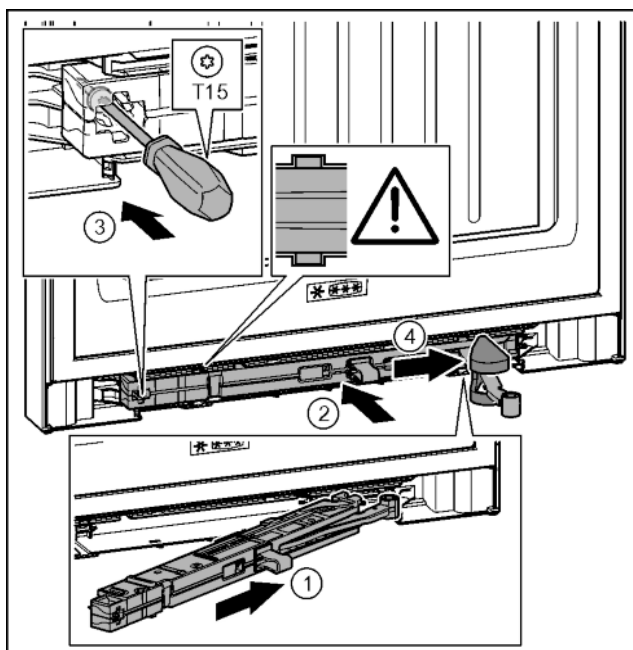

Fig. 45
- ▶ Jednotku tlumiče zavírání na straně stojanu ložiska zasuňte až na doraz šikmo do výklenku. *Fig. 45 (1)*
- ▶ Jednotku tlumiče zavírání zcela zasuňte do výklenku. *Fig. 45 (2)*
- ▶ Šroubovákem T15 pevně utáhněte šroub. *Fig. 45 (3)*
- ▶ Posuňte kryt přes kloub. *Fig. 45 (4)*